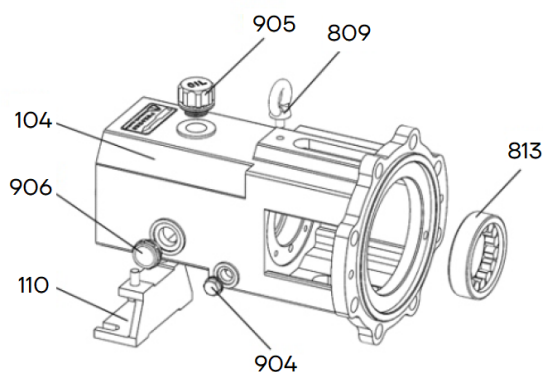

Рисунок 12
- Снимите детали с корпуса подшипников (104): вытяните внешнее кольцо радиального роликового подшипника (813) из корпуса подшипников; снимите резьбовую масляную пробку (904), указатель уровня масла (905) и рым-болт (809). См. рисунок 12.
подшипников. См. рисунок 12.
Вставьте наружное кольцо цилиндрического роликоподшипника (813) в корпус подшипников, установите масляную резьбовую пробку (904), указатель уровня масла (806), сапун (905) и рым-болт (809). См. рисунок 12.